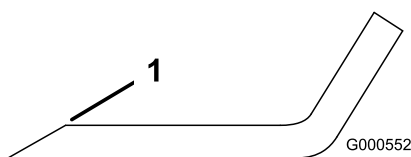

Figura 77
1. Folosii o pilă pentru a ascui marginea de tăiere la ambele capete ale lamei (Figura 77).
Notă: Dacă lama nu este echilibrată, pilii numai din capătul suprafeței velice (Figura 77).